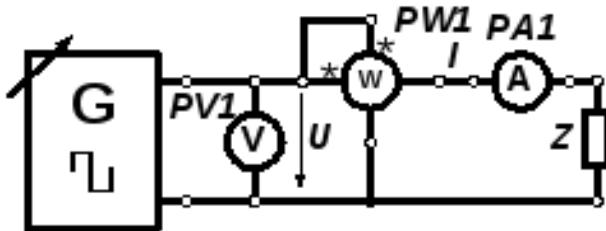

Рис. 4.2.1. Схема измерения мощностей в цепи несинусоидального тока.
Принципиальная схема эксперимента приведена на рис. 4.2.1. Приборы измеряют действующее значение напряжения U , действующее значение тока I и активную мощность P_W участка цепи с несинусоидальным током. По полученным данным вычисляются:
Соответствующая рис. 4.2.1 схема электрическая соединений приведена на рис. 4.2.2а для выполнения измерений при активной нагрузке. На рис. 4.2.2 б приведена схема подключения индуктивности для получения активно-индуктивной нагрузки, а на рис. 4.2.2в – схема подключения емкости (активно-емкостная нагрузка). Установка (рис. 4.2.2) состоит из однофазного источника питания G1 (218), блока генераторов А1 (212.2) с выходом регулируемого несинусоидального напряжения, мультиметров MY60 (блок А3, 510.1) и 7050 (блок А3, 510.1), ваттметра (блок А10, 511), блока резисторов А7 (2330) и блока элементов измерительных цепей А8 (2332).